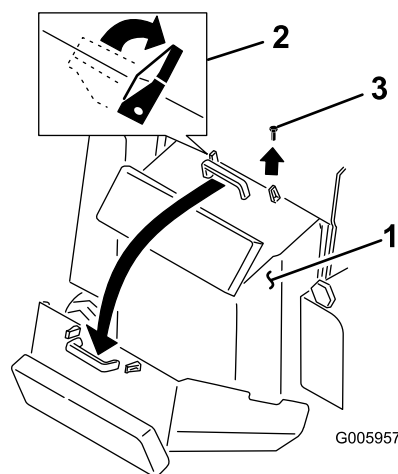

Figure 25
2. Dégagez les deux languettes de blocage en haut du couvercle d'accès arrière (Figure 25).
3. Enlevez le boulon situé près de la languette de blocage droite (Figure 25).
4. Pour ouvrir le couvercle, tirez-le vers le haut et en arrière par la poignée (Figure 25).